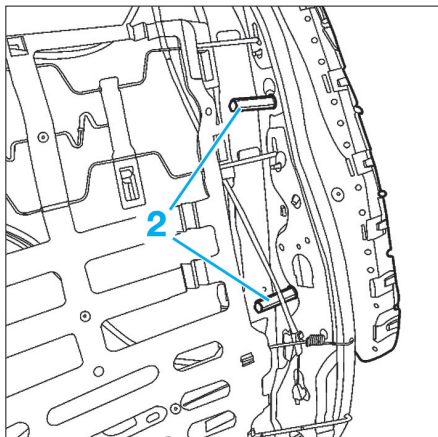

FIG. 8
- Déposer les écrous (2) de l'airbag latéral (Fig.8).